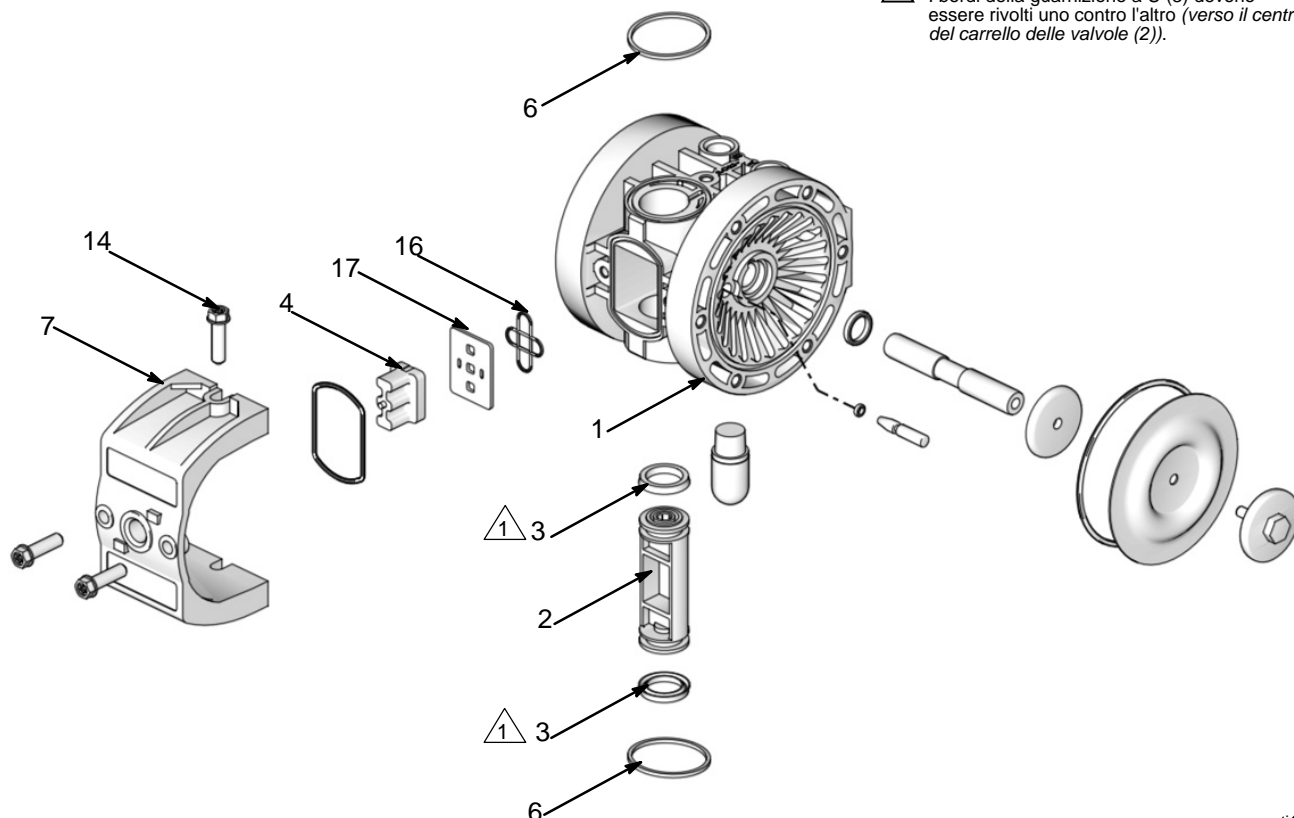

FIG. 5
Eeguire la manutenzione della valvola dell'aria come indicato nel seguito. Vedere FIG. 5.
2. Rimuovere le quattro viti (14) che reggono il coperchio della valvola (7) sul corpo centrale (1).
3. Rimuovere il blocco valvole (4) e il carrello della valvola (2) e sostituire le guarnizioni a U (3). Sostituire il carrello della valvola e il blocco valvole. Quando si sostituisce il carrello della valvola, posizionare completamente da una parte o dall'altra.
**NOTA:** Il blocco valvole mostrato in FIG. 5 è specifico per pompe con motore pneumatico. Se la pompa dispone di un motore pneumatico controllato da un'elettrovalvola, questo punto non si applica. Le parti 2, 3, 4, 16 e 17 non sono richieste.
5. Per rimontare il coperchio della valvola (7), spostarlo quel tanto che basta per non danneggiare le guarnizioni quadrate degli anelli (6) e far scorrere il coperchio (7) nella sezione centrale.
6. Montare le viti (14) e serrare con una coppia di 5,0-5,3 N•m (45-47 in-lb). Vedere **Sequenza di serraggio** a pagina 19.